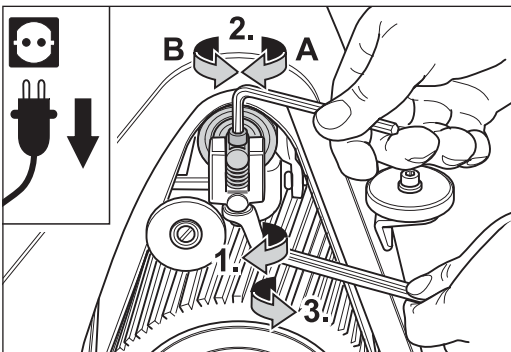

Abb. 72 Justierung des Schleifbandlaufs an der Einstellschraube des Aggregats (siehe Haupttext).
- 6 Ist eine Nachjustierung des Aggregats notwendig, muss zuerst die Kontermutter am Aggregatoberteil gelöst werden (Abb. 72, 1.). Danach kann die Spannwalze mit der Schraube eingestellt werden (Abb. 72, 2.).
- 7 Wird bei einer nochmaligen Kontrolle ein korrekter Schleifbandlauf festgestellt, ziehen Sie die Kontermutter wieder fest (Abb. 72, 3.).